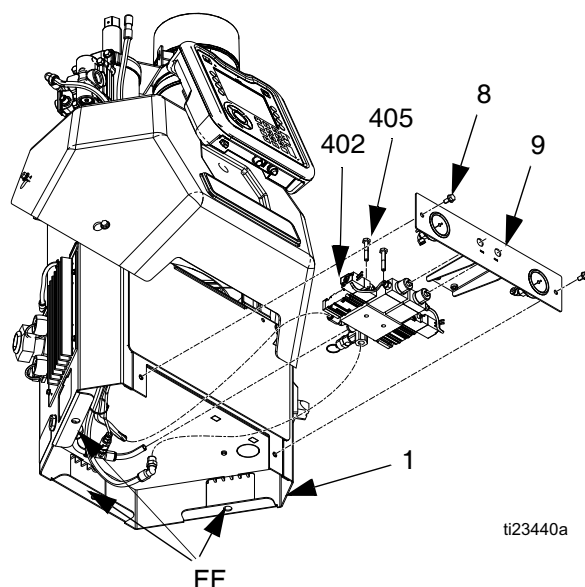
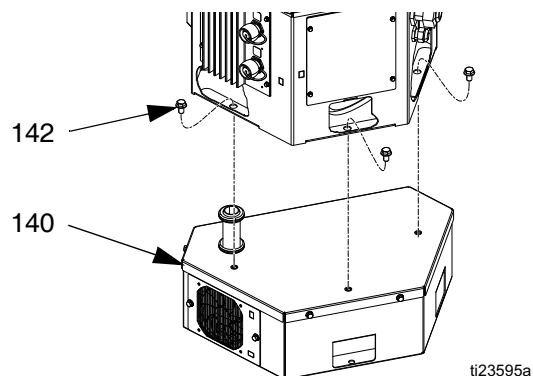

FIG. 50
FIG. 51
Démontage (voir FIG. 50) :
4. Retirer le panneau d'accès frontal (10) du boîtier électrique (1).
5. Déposer l'ensemble du transformateur ; pour les systèmes à 480 V uniquement (voir FIG. 51) :
- b. Déposer les trois vis (142) et le système InvisiPac (en arrêt) de l'ensemble du transformateur (140).
6. Utiliser une douille de 10 mm (3/8") pour retirer les deux vis (8).
8. Passer les mains dans les trous d'accès (FF), voir la FIG. 50 en bas du boîtier électrique, puis débrancher les conduites d'air des électrovannes des commandes pneumatiques (402).
10. Retirer les deux vis (405) fixant les électrovannes (402) sur l'ensemble de commandes pneumatiques (9), puis retirer les électrovannes de commandes pneumatiques.
Montage (voir FIG. 50) :
1. Utiliser les deux vis (405) pour fixer les nouvelles électrovannes (402) sur l'ensemble de commandes pneumatiques (409).
3. Passer les mains dans les trous d'accès (FF), voir la FIG. 50 en bas du boîtier électrique, puis brancher les conduites d'air aux électrovannes des commandes pneumatiques (402).
4. Faire glisser l'ensemble de commandes pneumatiques (9) à leur place, puis utiliser les deux vis (8) pour les fixer sur le boîtier électrique (1).
5. Pour les systèmes à 480 V, installer l'ensemble du transformateur (140) avec les vis (142) et rebrancher les fils du transformateur au connecteur J2 sur la carte de l'AWB et l'interrupteur d'alimentation principal.